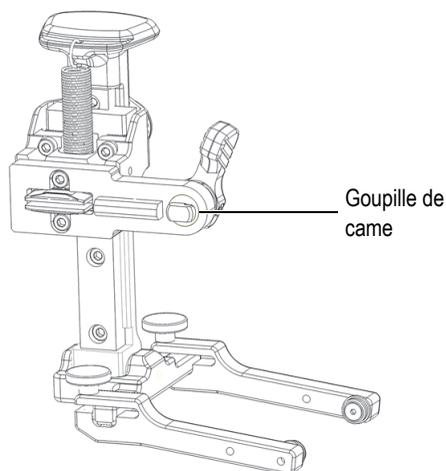

Figure 2-10 Goupille de came – Bords plats placés à l'horizontale
1. À l'aide du levier de positionnement, réglez la position de la goupille de came de sorte que ses bords plats soient placés à l'horizontale (Figure 2-10 à la page 43).